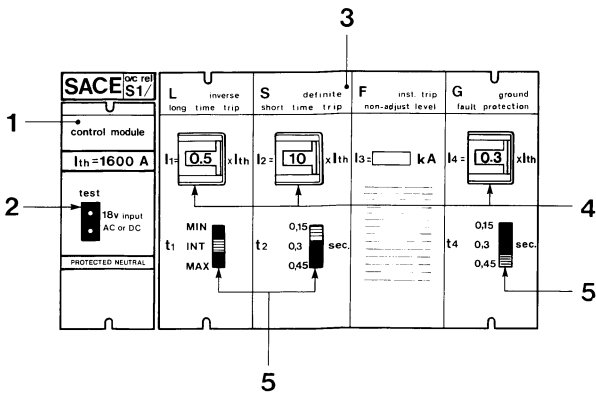
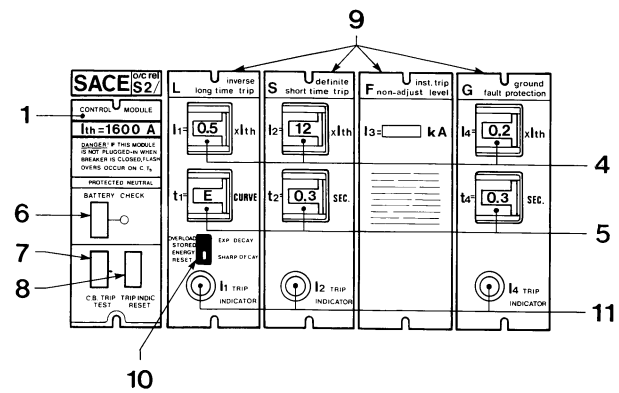
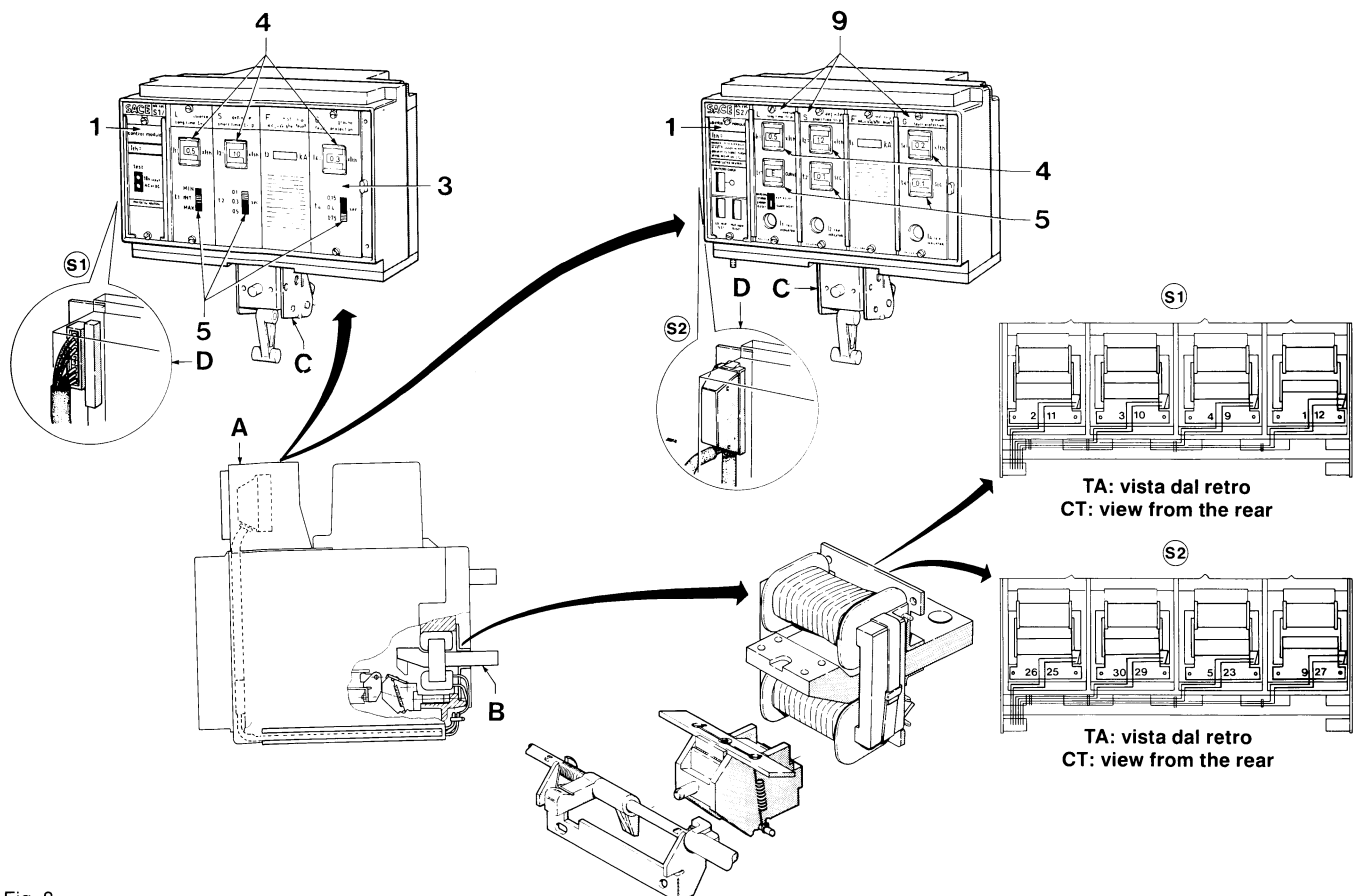

Fig. 7a (Serie - Series S1)
Fig. 7b (Serie - Series S2)
Fig. 8
- Sganciatore S1 (Fig. 7a):
- Sganciatore S2 (Fig. 7b):
Questi sganciatori (serie S1 e S2) sono adatti solo per c.a. e sono composti di due elementi [Fig. 8]:
- S1 overcurrent release (Fig. 7a):
- S2 overcurrent release (Fig. 7b):
These releases (S1 and S2 series) are suitable for a.c. only. Each of them is composed [Fig. 8] of:
- sganciatore S2: inserire i fili 25, 29, 23, 27 (quest'ultimo presente solo per esecuzione tetrapolare con neutro protetto) nel terminale maschio inferiore (contrassegnato da un cilindretto sporgente) ed i fili 26, 30, 5, 9 (quest'ultimo per il neutro) nel terminale maschio superiore. Per maggior chiarezza vedere il particolare di Fig. 8.
- S2 overcurrent release: plug the socket of wires 25, 29, 23, 27 (this last is present in 4-pole breakers with protected neutral only) into the lower male minifaston (that is identified by a projecting small pin). Then plug the socket of wires 26, 30, 5, 9 (this last for neutral) into the upper male minifaston. For clarity sake see detail in Fig. 8.
2.4.2.1. Sganciatore S1 (vedi fig. 7a e fig. 8)
2.4.2.2. Sganciatore S2 (vedi fig. 7b e fig. 8)
2.4.2.1. S1 type overcurrent release (see fig. 7a and fig. 8)
2.4.2.2. S2 type overcurrent release (see fig. 7b and fig. 8)